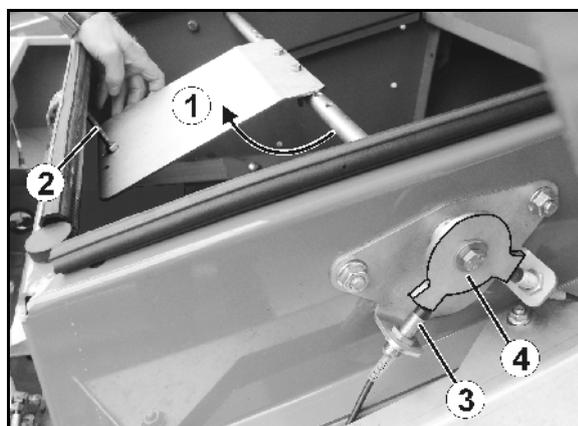

Fig. 80
3. Vérifier la vanne de régulation (Fig. 80/1) en terme de fonctionnement sans effort et, le cas échéant, réajuster les bagues de réglage.
La butée du clapet de régulation se règle à l'aide de la vis (Fig. 80/2) Si le clapet de régulation est placé jusqu'en butée, le disque générateur d'impulsions (Fig. 80/4) doit chevaucher le capteur (Fig. 80/3).